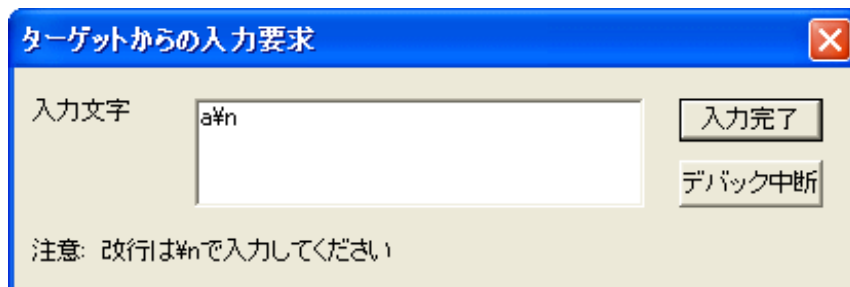

図 28 入力要求
ウォッチ変数を追加したら、[F10]キーを入力するか[ステップ実行]ボタンを押します。ソース中の *getchar()* の呼び出しにより、図 28 のようなウィンドウが表示されますので、入力文字としてアルファベット 1 文字と“\n”をタイプし[入力完了]ボタンを押してください。
- デバッグ中は標準出力がログウィンドウに表示され、標準入力とは図 28 のような入力画面から行いますが、リリースコンパイル (ROM 化) を行った際は、標準入出力はシリアル 1 と接続されます。デバッグ時と同じ方法でシリアル 1 とパソコンを接続し、パソコンでターミナルソフトを実行することで、標準出力をターミナル画面に表示し、標準入力へ入力を行うことができます。